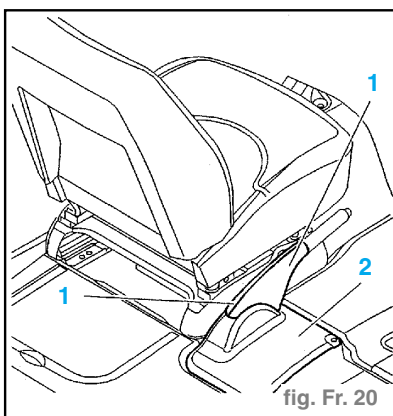

fig. Fr. 20
- Déclipser les garnitures (1). (fig. Fr. 20)